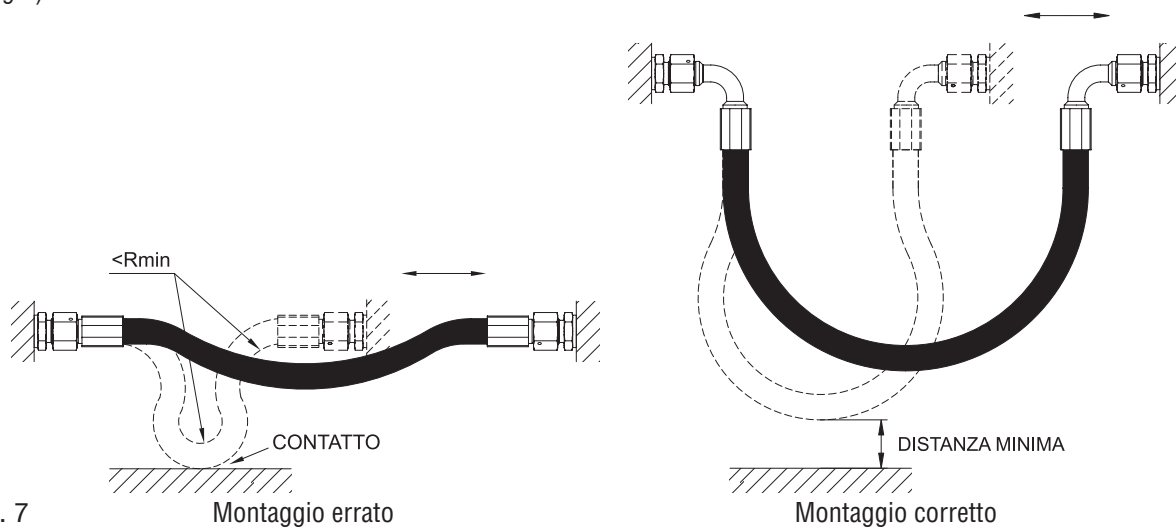

Fig. 7
7. Per applicazioni con parti in movimento la lunghezza del tubo flessibile dev'essere calcolata in modo che, all'interno del campo di movimento, venga mantenuto il raggio di curvatura minimo consentito e che il tubo non subisca sollecitazioni di trazione (Fig.7).